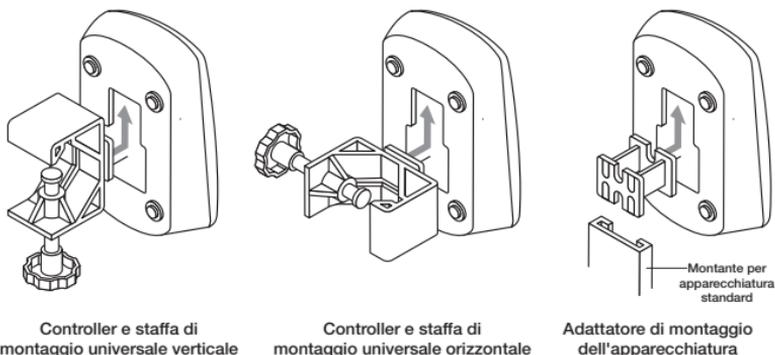

Figura 9. Configurazioni del controller Aerogen Pro e della staffa di montaggio universale
3. Usare la staffa di montaggio universale per collegare il controller a un braccio per fleboclisi o a un'apparecchiatura di sostegno per montaggio su letto in posizione orizzontale o verticale (figura 9). Non stringere eccessivamente per il fissaggio della staffa.
Se è disponibile un montante per apparecchiatura standard, usare l'apposito adattatore per il sostegno del controller (figura 9).